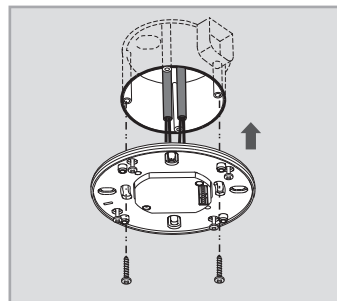

FIG.11
- Fije la caja de potencia a la caja de conexiones mediante dos tornillos. (Ver FIG.11).